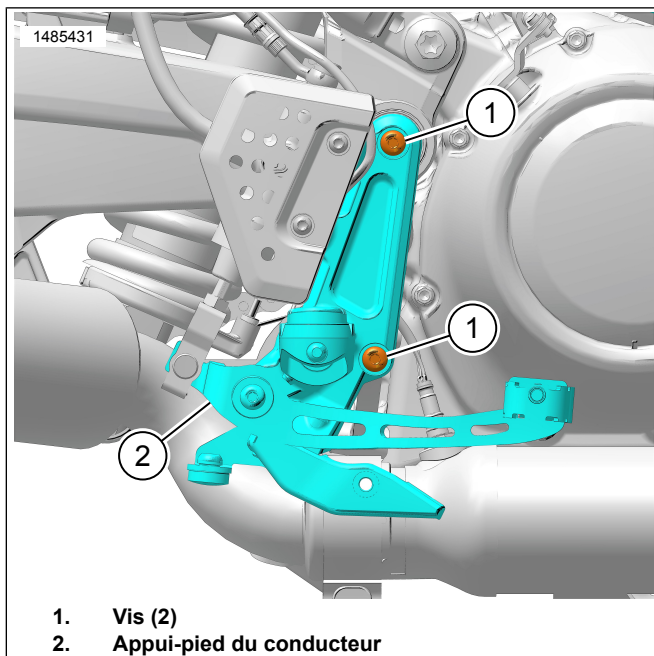

Figure 2. Appui-pied du conducteur
2. Figure 2 Retirer les vis (1).
- a. Mettre l'ensemble de l'appui-pied passager (2) de côté.
1. Figure 2 Installer le repose-pied du conducteur (2).
2. Nettoyez les filets des vis (1) et les trous du cadre.
3. Appliquer de l'adhésif frein-filet sur les vis (1).